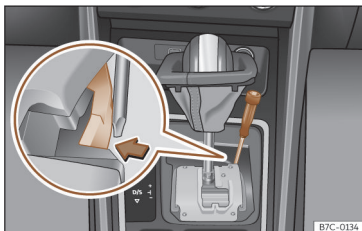

Fig. 140 Palanca selectora: desbloqueo de emergencia en la posición de aparcamiento.
- Con ayuda de la parte plana de un destornillador, presione lateralmente la pestaña amarilla y manténgala presionada >>> **fig. 140**.